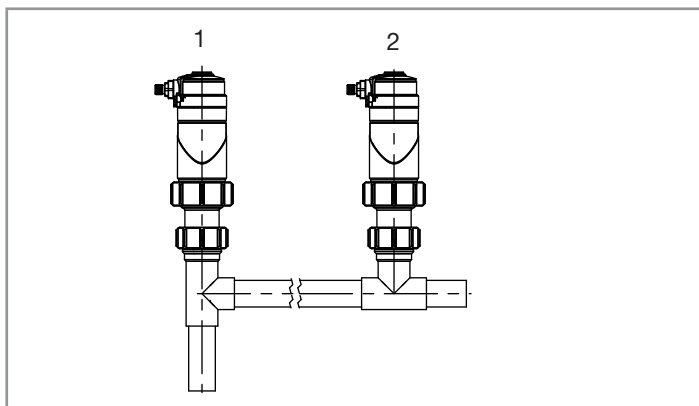

Fig. 10 : Positions de montage de l'ensemble raccord-appareil dans le tuyau.
Si le pH ou le potentiel d'oxydoréduction est mesuré dans des liquides contenant des solides susceptibles de laisser des dépôts au fond du tuyau, utiliser la position d'installation 1 (voir Fig. 10).
- Choisir une position appropriée dans le tuyau pour installer le raccord (voir Fig. 10).